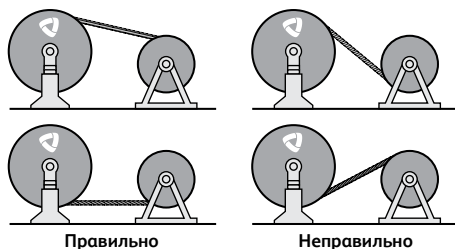

Рисунок 5.
- талевый канат должен правильно сходиться с барабана — в том же направлении, в котором ходовой конец навивается на барабан буровой лебедки, т.е. при сходе снизу — вниз, при сходе сверху — вверх (рис. 5);